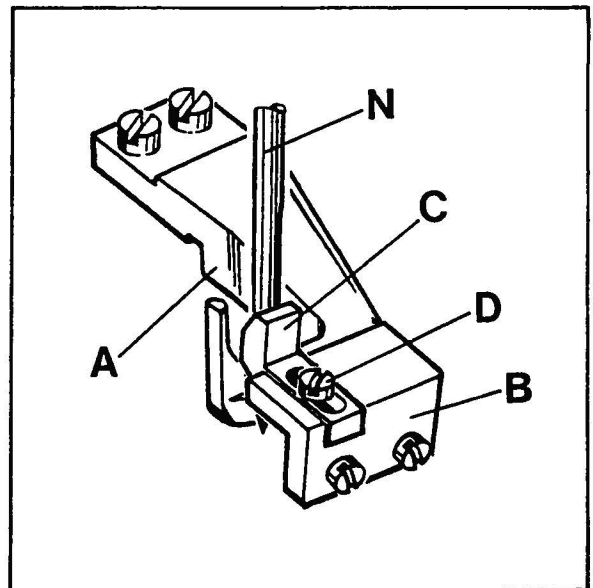

Fig. 16
Assemble the throat plate support (A, Fig. 16) and the bracket (B) for the front needle guard so that they do not interfere with the feed dog or any other machine parts.
The front needle guard (C, Fig. 16) is set close to the needle (N) just contacting the needle without deflecting it.
Montieren Sie die Stichplattenstütze (A, Fig. 16) und den Winkel für den vorderen Nadelanschlag so, daß sie weder den Transporteur noch andere Maschinenteile berühren.
Der vordere Nadelanschlag (C, Fig. 16) wird so dicht an die Nadel (N) gestellt, daß er diese gerade berührt ohne sie abzulenken.